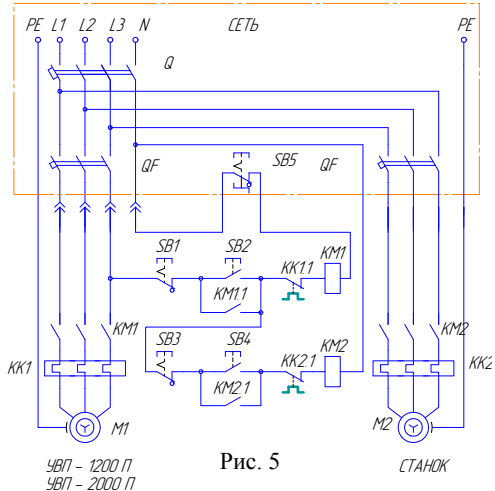

Рис. 5
- ВНИМАНИЕ! ПРИ ПОДКЛЮЧЕНИИ ЭЛЕКТРОДВИГАТЕЛЯ УСТАНОВКИ К ПУСКОВОЙ КНОПКЕ ОБСЛУЖИВАЕМОГО СТАНКА, ОБЕСПЕЧИТЬ ЭЛЕКТРИЧЕСКУЮ БЛОКИРОВКУ, НЕ ПОЗВОЛЯЮЩУЮ ВКЛЮЧАТЬ ОБСЛУЖИВАЕМЫЙ СТАНОК ПРИ НЕРАБОТАЮЩЕЙ УСТАНОВКЕ. Рекомендуемая принципиальная электрическая схема, обеспечивающая такую блокировку приведена на рис. 5.